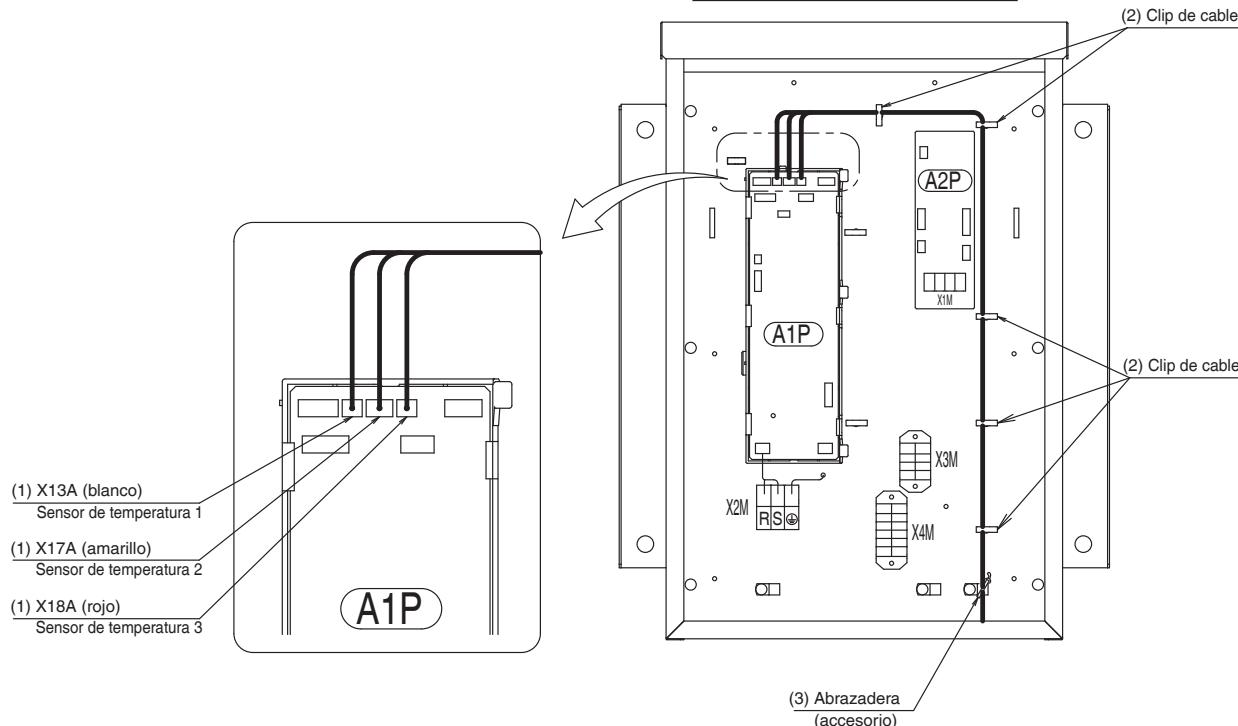

Fig. 6
(2) Pase el mazo de cables del relé a través del clip del cable.
(3) Para el mazo de cables del relé, asegure la abrazadera (accesorio) como se muestra en la Fig. 6 para no aplicar fuerza externa al conector.